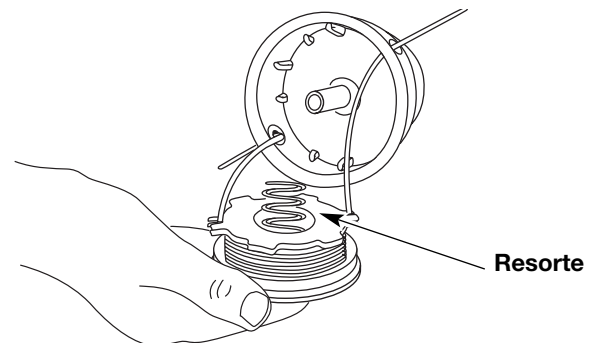

Fig. 19
13. Inserte los extremos de la línea a través de los ojillos de la bobina exterior y coloque el carrete interior con el resorte dentro de la bobina exterior (Fig. 19). Empuje el carrete interior y la bobina exterior entre sí. Mientras sostiene el carrete interior y la bobina exterior, tome los extremos y tire con firmeza para soltar la línea de las ranuras de fijación de la bobina.
5. Inserte los extremos de la línea en los ojalillos de la bobina exterior (Fig. 19).